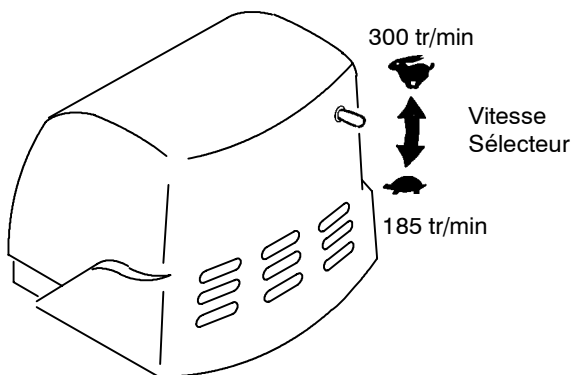

FIG. 3
2. Pour les modèles Dual Speed (double vitesse), sélectionnez le régime moteur approprié. Placez le sélecteur de vitesse vers le bas (185 tr/min) pour le broissage, le décapage et le nettoyage de moquettes. Placez le sélecteur de vitesse vers le haut (300 tr/min) pour le polissage avec pulvérisation (Figure 3).